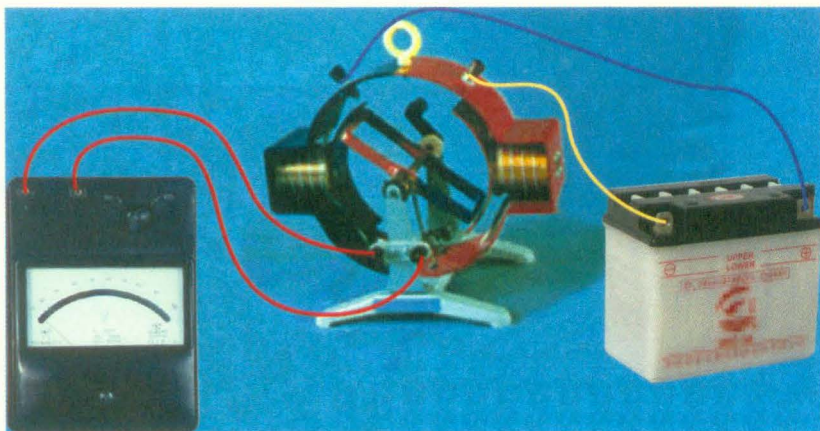

图 2-1-2 电机原理说明器
2. 将上述电路中的小灯泡换成零刻度居中的电流表，启用如图 2-1-2 所示的电机原理说明器，缓慢、匀速转动手柄，可以看到电流表的指针如何摆动？这又说明了什么？